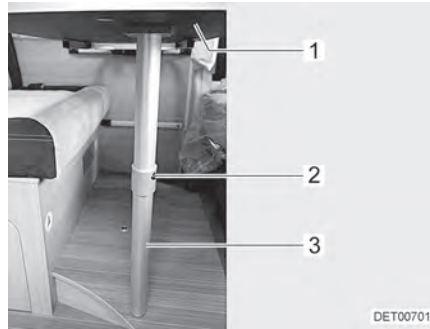

Bild 57 Sängbotten
- Lyft upp bordsskivan (Bild 57,1) något framtill.
- Tryck på låsknappen (Bild 57,2) och fäll upp den nedre delen av det ledade stödbenet (Bild 57,3) 90°.